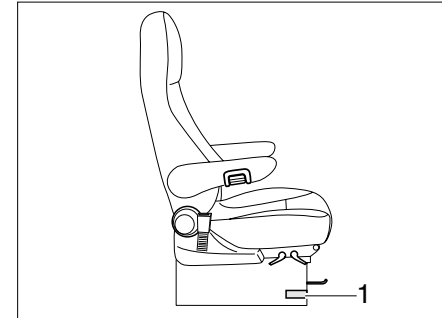

Bild 29 Fahrer- und Beifahrersitz
- Den Hebel zum Drehen des Sitzes (Bild 29,1) drücken oder ziehen. Der Sitz wird aus der Arretierung gelöst. Die Drehrichtung ist beliebig. Eine Arretierung der Sitze ist nur in Fahrtrichtung möglich.